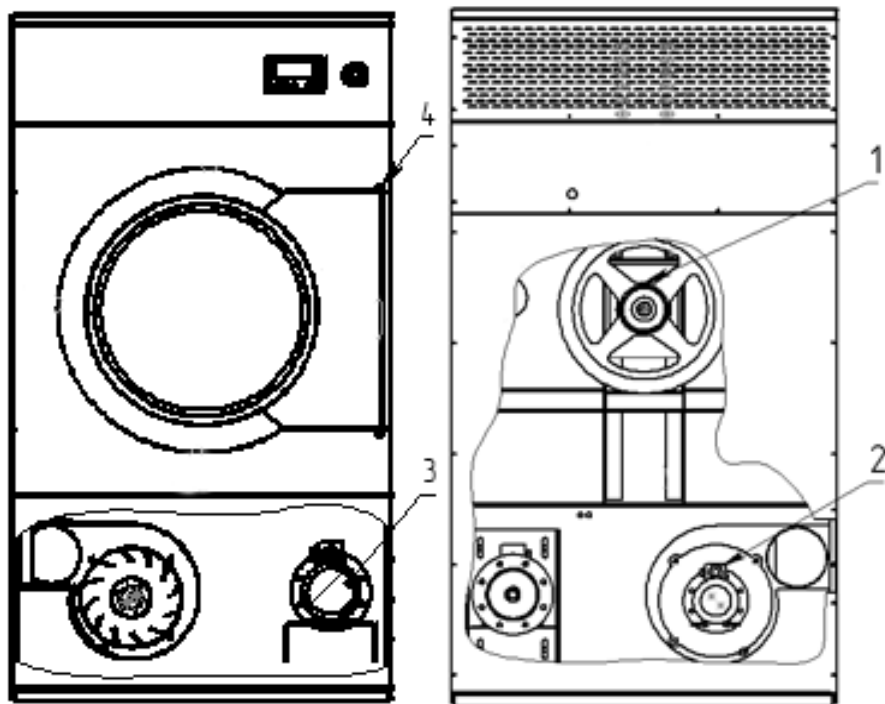

Рис. 8 Схема смазки
- Транспортировка сушильной машины должна производиться в соответствии со схемой (рис. 8).
6.5 Смазку машины производить согласно табл. 5 и схеме смазки (рис. 8).